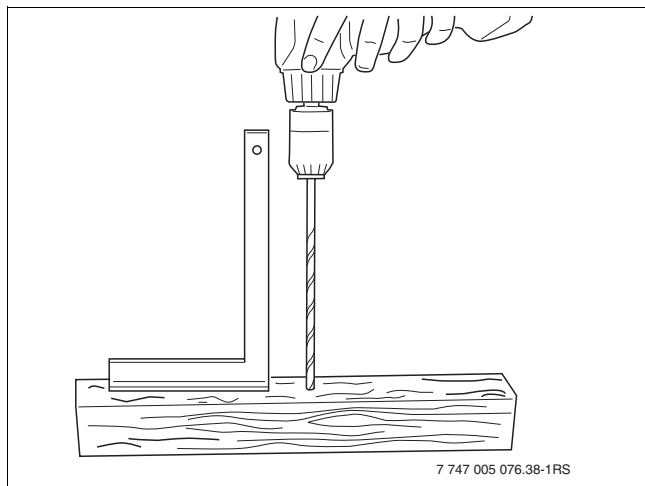

Fig. 35 Fabriquer un gabarit de perçage
Faire un trou avec la perceuse bois exactement dans l'angle de 90° par la sous-structure du toit pour obtenir plus tard une surface plane entre l'écrou-cage et le rail profilé. Pour cela, il est conseillé de fabriquer un gabarit de perçage. Prendre une pièce de bois équarri d'env. 0,50 m à 1,00 m de long. Percer un passage (Ø 6 mm) verticalement dans le bois (→ fig. 35).
- Déterminer la longueur de la mèche sur la base des calculs suivants (→ fig. 35) :